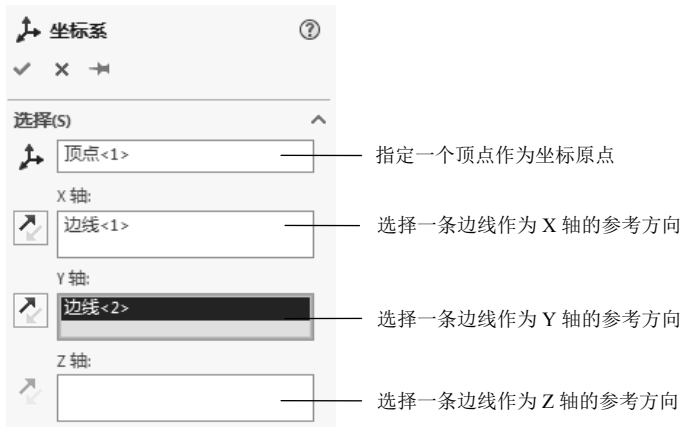

图 5.15.16 “坐标系”对话框
Step2. 选择命令。选择下拉菜单 **插入(I)** → **参考几何体(R)** →  **坐标系(C)...** 命令 (或单击“参考几何体”工具栏中的  按钮), 系统弹出如图 5.15.16 所示的“坐标系”对话框。